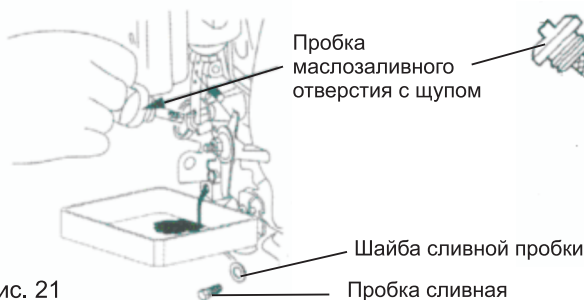

Рис. 21
2. Выверните маслозаливную и сливную пробки и слейте масло в заранее подготовленный поддон (Рис. 21).